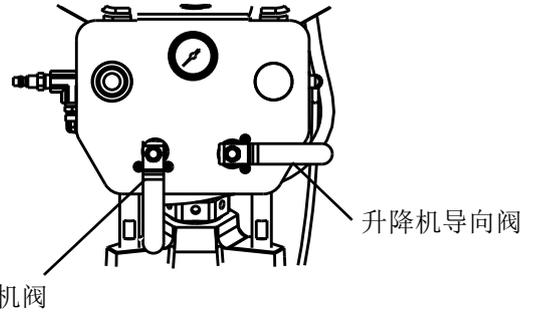

图 4
3. 对于 **L20c 空气控制器**：参见图 4。
- a. 关闭放气型空气电机阀和升降机导向阀。活塞将缓慢下降。参见图 4。